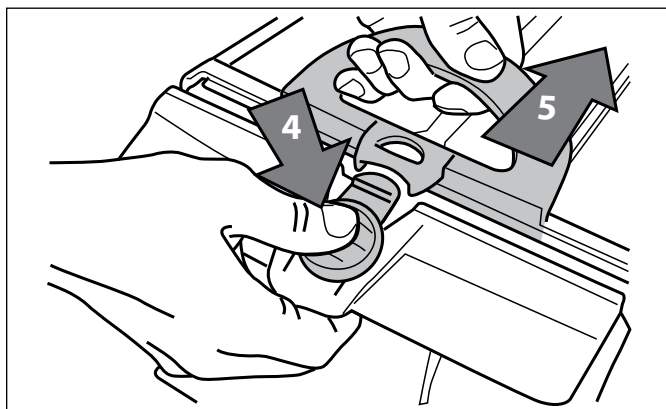

Figure 26. Ouvrir la cartouche du filtre
7. Appuyer sur le bouton de déverrouillage rapide de l'ensemble du sac métallique (4) et retirer l'ensemble filtre pour l'ouvrir (5), tel qu'illustré dans la Figure 26.